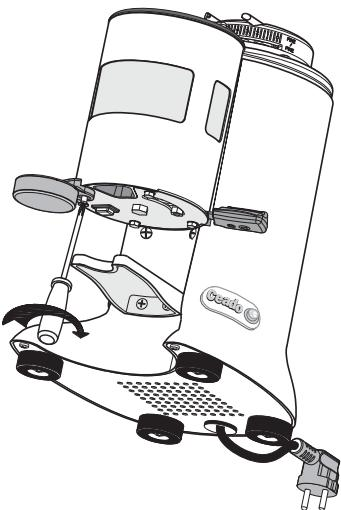

Fig. 11
- 3 Visser et bien serrer la vis de fixation (Fig. 11).